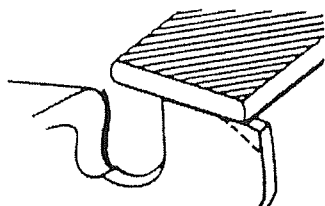

Fig.4-4
- 4) Round off front corner to maintain original shape of depth gauge after using depth gauge tool. Always follow the recommended depth gauge setting found in the maintenance or operator manual for your saw. (Fig. 4-4)
- 4) Arrondir l'angle avant du limiteur de profondeur afin de conserver la forme initiale du limiteur après usage de la jauge de contrôle. Respectez toujours les valeurs recommandées pour le limiteur de profondeur et indiquées dans le manuel d'entretien ou d'utilisation de votre tronçonneuse (Fig. 4-4).
- 4) Arrotondare l'angolo anteriore per conservare la forma originale del calibro di profondità dopo aver usato l'utensile. Seguire sempre l'impostazione per il calibro di profondità consigliata indicata nel manuale di manutenzione o nel manuale per l'operatore della motosega. (Fig. 4-4)
- 4) Nach Entfernen des Tiefenlehrenwerkzeugs die Stirnflächen der Tiefenlehren zur ursprünglichen Form abrunden. Dabei die Empfehlungen für den Tiefenlehrenabstand in der Wartungs- bzw. Betriebsanleitung der Säge befolgen. (Fig. 4-4)
- 4) Redondear la esquina frontal para mantener la forma original del calibre de profundidad después de usar la herramienta del calibre de profundidad. Respetar siempre el ajuste recomendado del calibre de profundidad, según el manual de mantenimiento o manual del operador de la sierra. (Fig. 4-4)
- 4) Runda av det främre hörnet för att bibehålla underställningsklackens ursprungliga form när underställningsmallen har använts. Följ alltid den rekommenderade inställningen för underställningsklackens höjd som finns i underhållshandboken eller bruksanvisningen för din motorsåg. (Fig. 4-4)